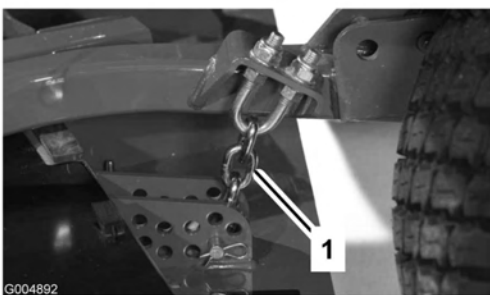

Figura 80
3. Retire o contrapino tipo grampo e pino de segurança que fixam as correntes da altura de corte à traseira da unidade de corte (Figura 80).